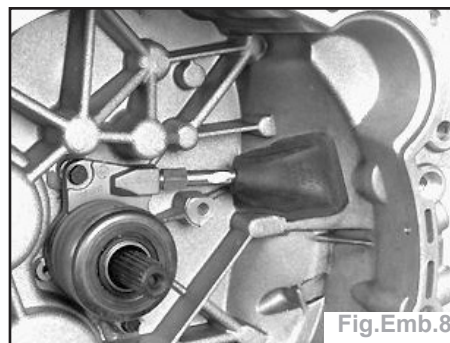

Fig.Emb.8
- Retirer le joint en caoutchouc du couvercle d'embrayage. Déplacer-le vers l'intérieur sur le tuyau allant vers le cylindre d'embrayage (Fig.Emb.8).